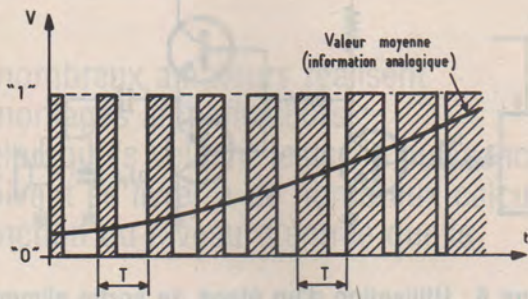
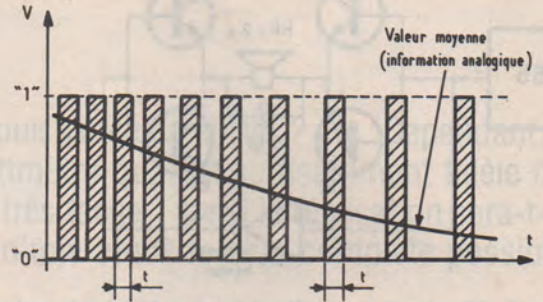

Figure 1 : Codage d'une grandeur analogique sous forme de rapport cyclique à fréquence constante.
Figure 2 : Codage d'une grandeur analogique sous forme de variation de fréquence d'impulsions de durée constante.
La figure 1 illustre l'une des deux principales manières de faire véhiculer une information analogique à un train d'impulsions. Il s'agit d'en faire varier le rapport cyclique, c'est-à-dire la durée des impulsions tout en respectant une fréquence de répétition constante. Ce principe est utilisé en radiocommande proportionnelle.
La figure 2 représente une autre possibilité, utilisée par exemple dans les compteurs de voiture : l'impulsion conserve une durée constante, mais sa fréquence est variable.
Nous sommes là en présence d'un phénomène de **modulation** et de **démodulation**, et c'est pourquoi on parle, dans le cas de la figure 1, de modulation de largeur d'impulsion ou PWM (Pulse Width Modulation), le cas de la figure 2 étant tout simplement celui de la modulation de fréquence (FM).
Imaginons maintenant que, dans le cas représenté figure 1, la fréquence de répétition des impulsions